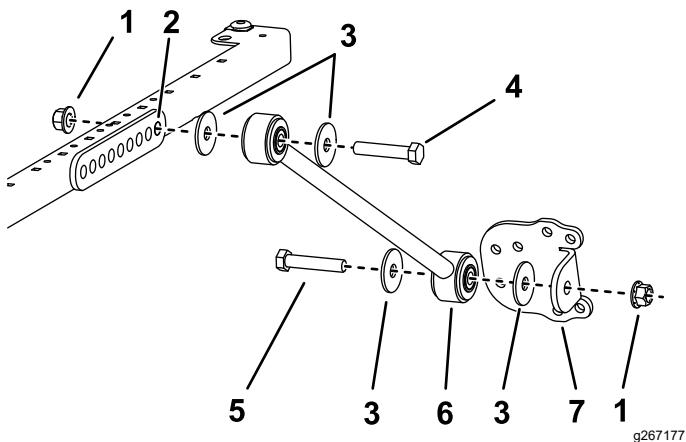

Figura 33
- Per i modelli 03820, 03821, 30604, 30605, 30608 e 30609, su ciascun lato del telaio del parasole montate, senza serrarlo, un supporto di ancoraggio sul foro **posteriore** della staffa di ancoraggio con un bullone (½" x 2½"), una rondella (½") e un dado flangiato (½"), come illustrato nella Figura 33.
11. Montate, senza serrarla, una staffa di ancoraggio su ciascun supporto di ancoraggio con un bullone (½" x 2½"), una rondella (½") e un dado flangiato (½"), come illustrato nella Figura 33.